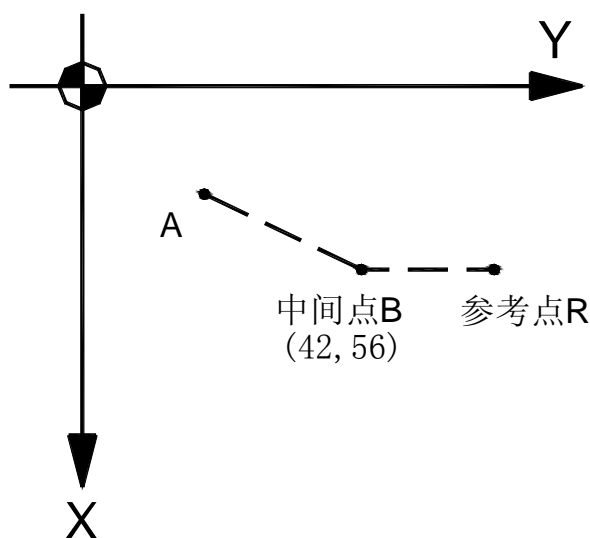

图 2-11
- (1) 以快速回零速度（由参数 P109 设定）从当前位置定位到指令轴的中间点位置（**A** 点—**B** 点），如图 2-11。
- (2) 以快速回零速度从中间点向参考点方向移动（**B** 点—**R** 点）。
- (3) 检测到减速信号后，低速运行（由参数 P043 设定）寻找精定位信号。
- (4) 检测到精定位信号后，返回零点执行完毕，回零灯亮。